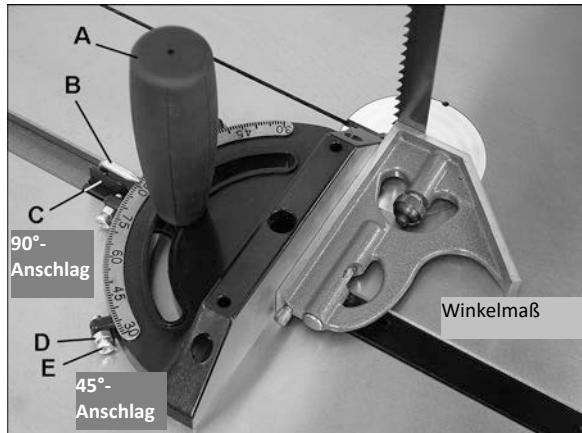

Fig 22
Der Gehrungsanschlag hat Fixanschläge für 90° und 45°: Zum Verstellen, lösen Sie die Muttern (D, Fig 22) und verdrehen Sie die Anschlagschrauben (E).